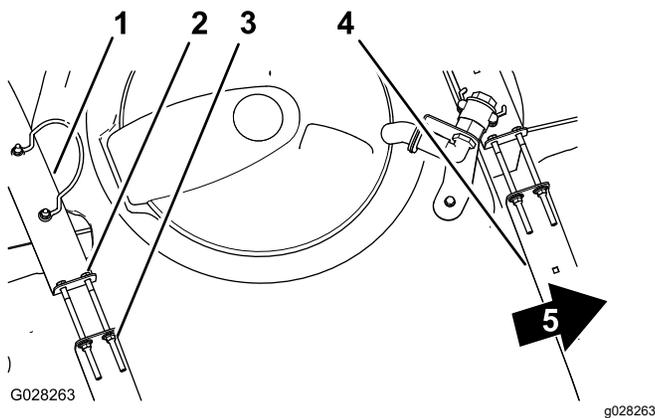

図 21
2. タンクとタンク固定ベルトとの間に、たるみができていないか点検する 図 21。
3. ベルトにゆるみがある場合には、ベルトの上部にあるフランジロックナットとボルトを締めてベルトとタンクとが面一になるようにする【図 21】。